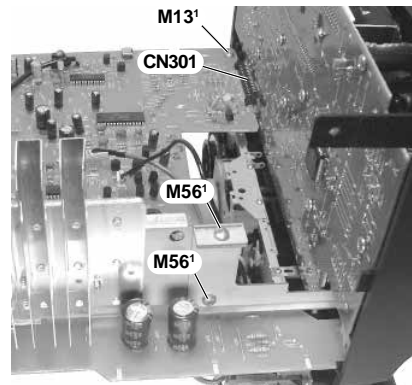

Fig. 26
- Schraube **M13¹**, 2 Schrauben **M56¹** herauserschrauben (Fig. 26).
- Die über die Steckverbindung **CN301** (Fig. 26) mit der Frontplatte M25¹ verbundene Hauptplatte M64¹ abziehen.
- Undo screw **M13¹**, 2 screws **M56¹** (Fig. 26).
- Pull off the main circuit board M64¹ which is plugged into the front circuit board M25¹ by **CN301** (Fig. 26).